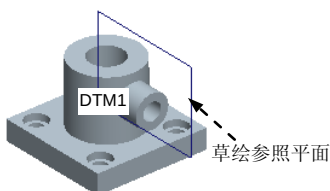

图 3.2.21 选取草绘参照平面
(2) 在 **DIRECTION (方向)** 菜单中, 选择 **Okay (确定)** 命令。
(3) 在 **SKET VIEW (草绘视图)** 菜单中, 选择 **Left (左)** 命令。
(4) 在弹出的 **SETUP PLANE (设置平面)** 菜单中, 选择默认的 **Planar (平面)** 命令, 再选取图 3.2.21 所示的基准平面 DTM1 为草绘参照平面。